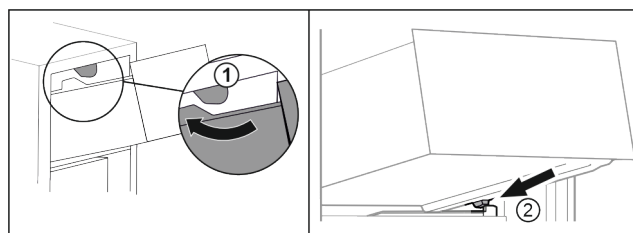

Fig. 74
- ▶ Vedte zásuvku podél horních zářáček. Fig. 74 (1)
- ▶ Nasadte zásuvku šikmo za dolní zářáčky na žebrování na nádoby. Fig. 74 (2)